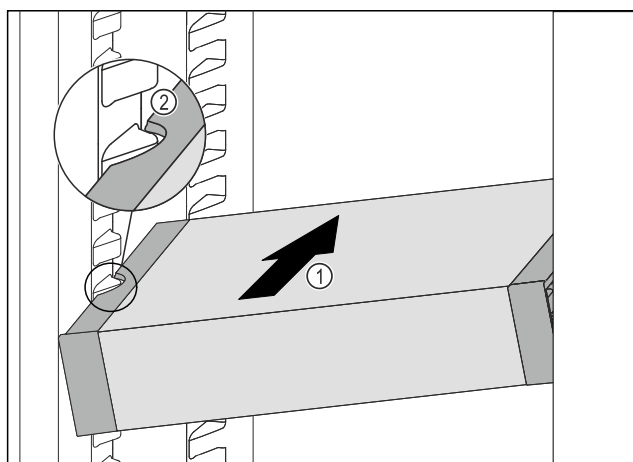

Fig. 63
- ▶ Skyv VarioSafe skrått inn i kjøleskapsdelen *Fig. 63 (1)*, til utsparingene på sidene av *Fig. 63 (2)* VarioSafe er på nivå med rillene i kjøleskapet.